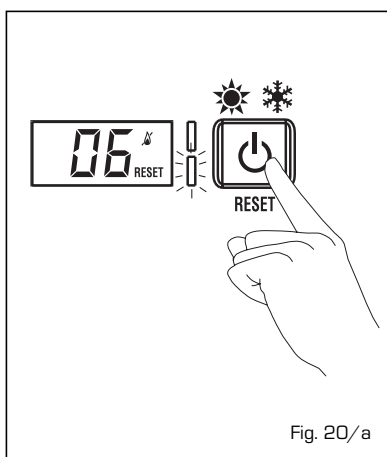

Fig. 20/a
- ANOMALIA FUNZIONE TERMOSTATO SICUREZZA "AL 07" (fig. 20/b)